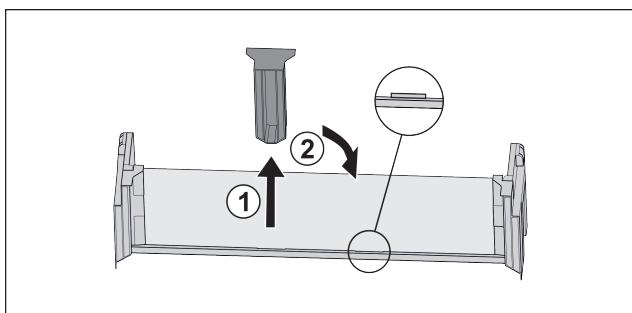

Fig. 20
- Изтеглете средната задържаща част Fig. 20 (1).
- Вкарайте с редната задържаща част на втората позиция Fig. 20 (2).